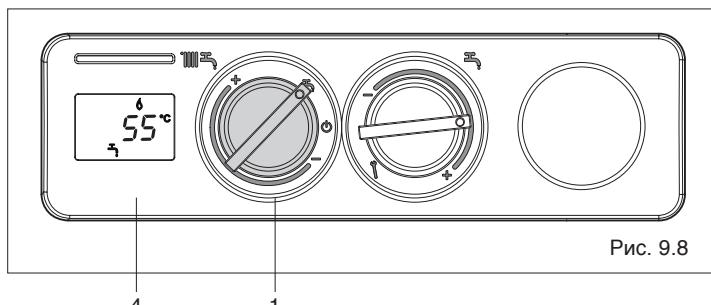

Рис. 9.8
- Режим «Лето»: при повороте переключателя на символ (1, Рис. 9.8) включится летний режим работы котла (только ГВС).
Котёл будет находиться в режиме ожидания до тех пор, пока не поступит запрос на нагрев воды в бойлере, тогда горелка разожжётся, а на дисплее (4, Рис. 9.8) отобразится температура воды в бойлере, значок работы в режиме ГВС и значок пламени . Котёл будет работать до тех пор, пока не будет достигнута заданная температура в бойлере. После этого он снова перейдёт в режим ожидания "stand-by".